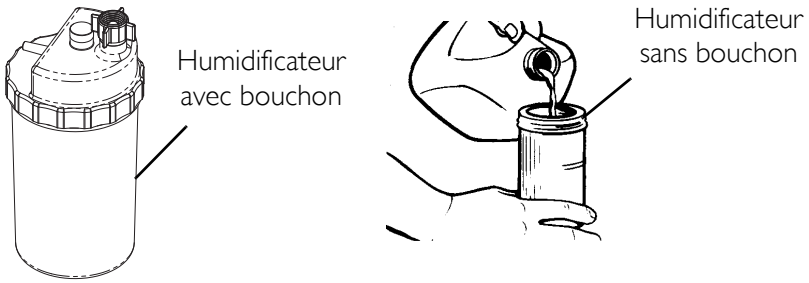
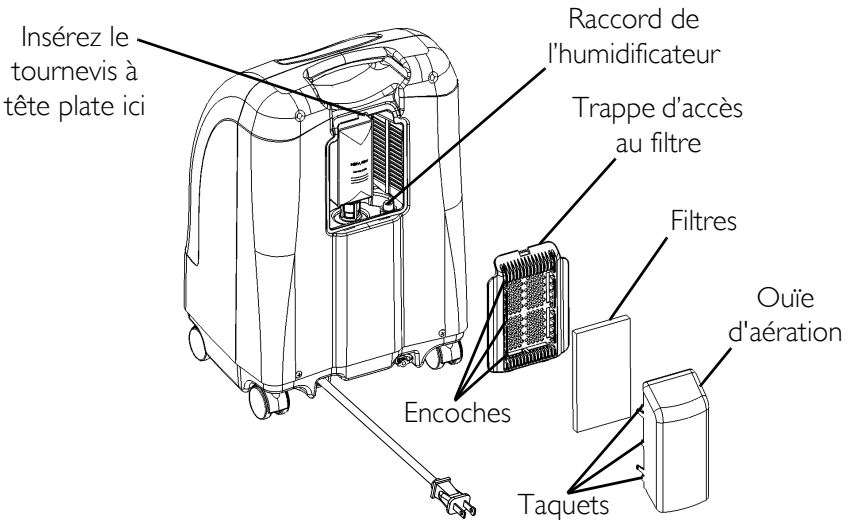
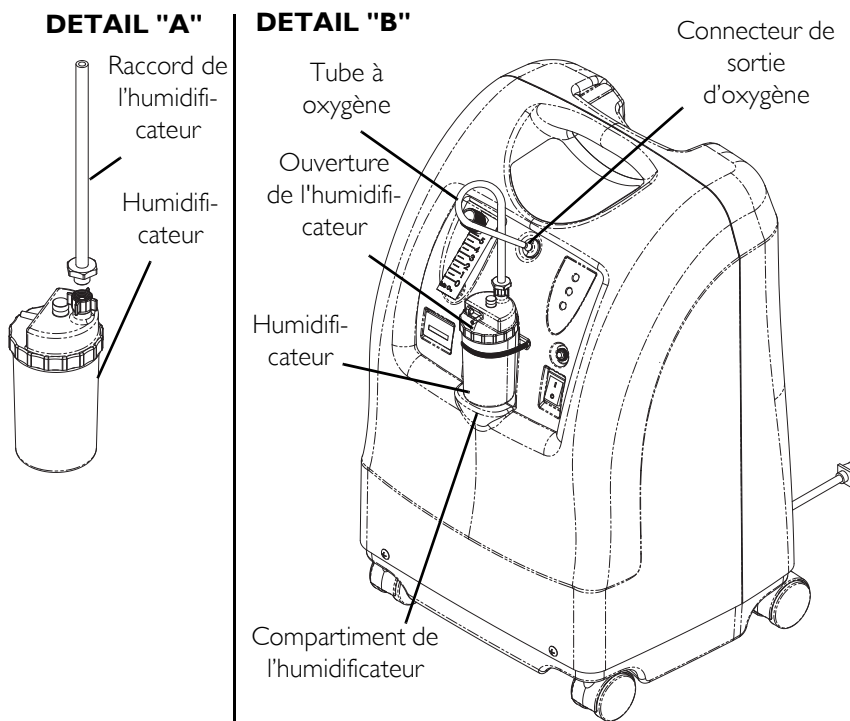

FIGURE 6.1 Remplissage de l'humidificateur
FIGURE 6.2 Adaptateur de l'humidificateur
FIGURE 6.3 Compartiment de l'humidificateur
REMARQUE : Pour cette procédure, se reporter à FIGURE 6.1, FIGURE 6.2 en page 52, FIGURE 6.3 en page 53.
3. Insérer un tournevis à tête plate dans la rainure plaque sur le bord supérieur de la trappe d'accès et soulever délicatement la porte d'accès du filtre pour ouvrir la trappe (FIGURE 6.2).
4. Retirer le raccord de l'humidificateur (FIGURE 6.2).
6. Fixez le raccord de l'humidificateur sur l'humidificateur en tournant la vis à oreilles de l'humidificateur dans le sens des aiguilles d'une montre jusqu'à ce qu'il soit bien fixé. Voir Détail "A" dans FIGURE 6.3.
7. Placer l'humidificateur sur le compartiment humidificateur du concentrateur. Voir Détail "B" dans FIGURE 6.3.
8. Fixer le tube à oxygène à l'humidificateur ou sur l'embout de sortie de l'oxygène sur le concentrateur. Voir Détail "B" dans FIGURE 6.3.
9. Fixer la canule / le tube d'alimentation du patient à la sortie de l'humidificateur. Voir Détail "B" dans FIGURE 6.3.